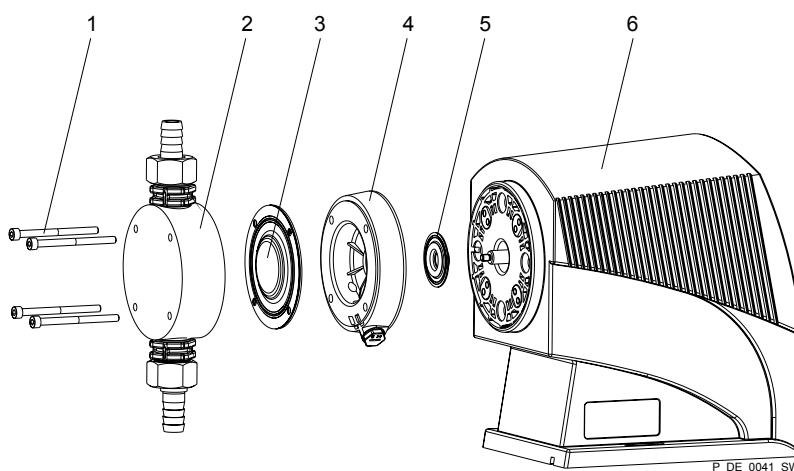

Fig. 32: Diagrama de despiece parcial de la unidad de transporte
6. ➤ Retire los tornillos (1).
7. ➤ Extraiga de la bomba el cabezal dosificador (2) con los tornillos (1) (véase la ilustración). Fig. 32
8. ➤ Vuelva a colocar el cabezal dosificador (2) con los tornillos. Los tornillos (1) deben penetrar en los orificios de la membrana (3), pero no en la carcasa de la bomba.
9. ➤ Sujete la carcasa de la bomba (6) con una mano y apriete la membrana (3) con la otra mano, entre el cabezal dosificador (2) y el cabezal de disco (4).
10. ➤ Afloje la membrana (3) del eje propulsor girando suavemente el cabezal dosificador (2), la membrana (3) y el cabezal de disco (4) en sentido antihorario.
11. ➤ Extraiga el cabezal dosificador (2) y los tornillos (1) de la membrana (3) y atorníllelos completamente en el eje propulsor.
12. ➤ Retire el cabezal de disco (4) de la carcasa de la bomba (6).
13. ➤ Compruebe el estado de la membrana de seguridad (5) y, si procede, sustitúyala.
14. ➤ Monte la membrana de seguridad (5) en el eje propulsor solo hasta el ajuste de contacto del borde exterior con la carcasa de la bomba (6). ¡No más allá!
15. ➤ Atornille por vía de ensayo la nueva membrana (3) en el eje propulsor hasta que haga tope. Debe atornillarse correctamente, ya que de lo contrario la bomba no dosificaría con exactitud.